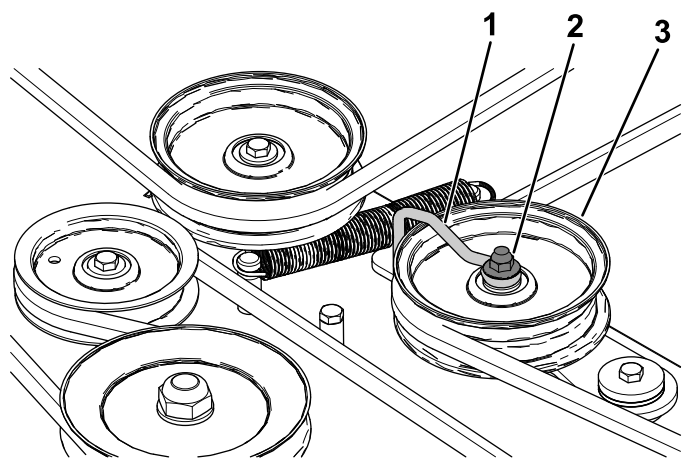

Figura 61
6. Afloje la tuerca que fija el soporte de alambre a la polea tensora (Figura 61).
10. Apriete la tuerca que fija el soporte de alambre a la polea tensora (Figura 61).
Nota: Coloque el soporte de alambre contra el brazo tensor, tal y como se muestra en la Figura 61.